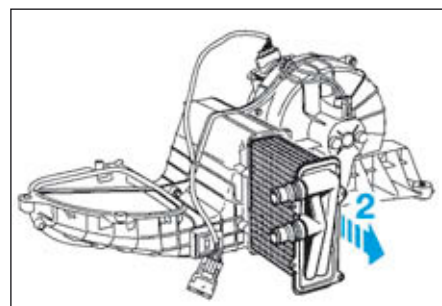

FIG.31
- Déposer le radiateur de chauffage arrière (2) (Fig.31).